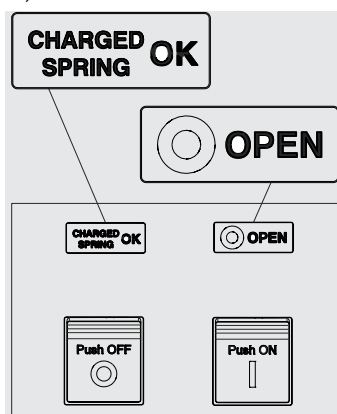

Figure 50
2. Disjoncteur ouvert avec ressorts bandés (voir Figure 50).